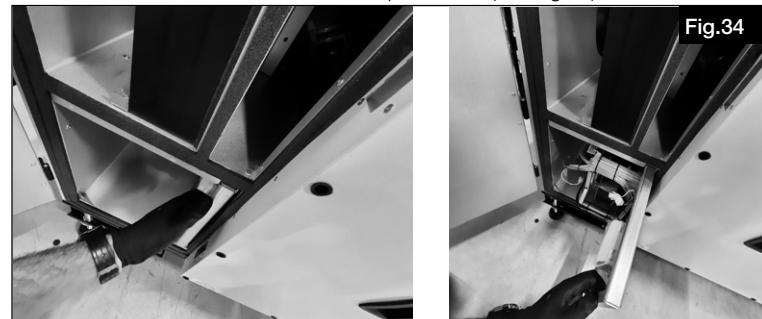

Fig.34
4. Retirer le ventilateur lentement et avec précaution (voir Fig.34).